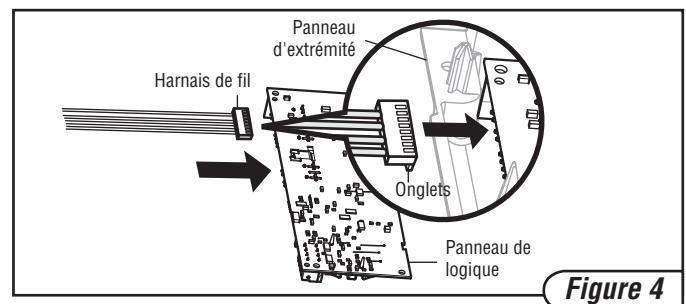

Figure 4
11. Pour remonter, suivre les étapes 4 à 10 dans l'ordre inverse. En rebranchant le harnais de fil, soyez sûr que les onglets sur le harnais de fil font face au panneau d'extrémité, pas le panneau de logique (Figure 4).